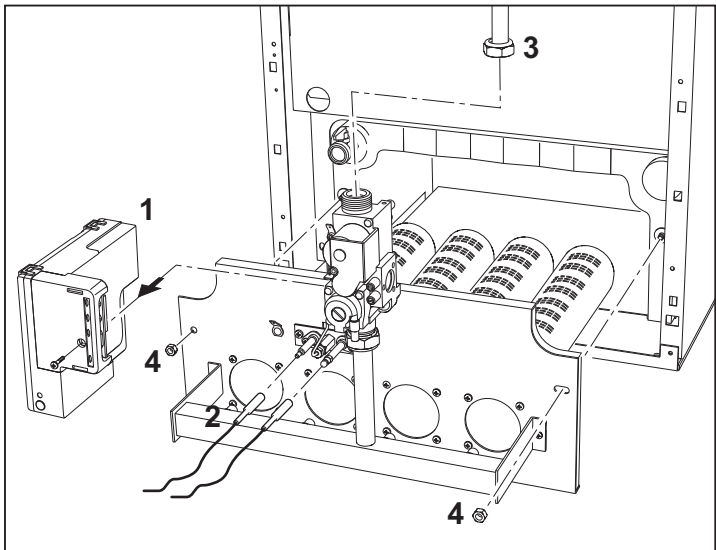

fig. 67
2. Ôter le module électronique de commande « 1 » de la vanne à gaz (fig. 67) ;